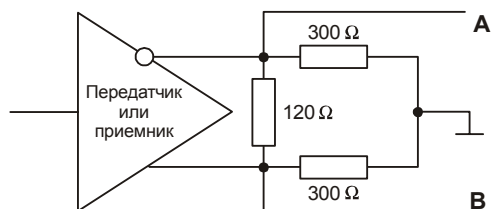

Рис. 2 Схема согласования для V.35.
- ✓ **Δ -тип** – соответствует стандарту V.35. УПИ-2 имеет встроенные Δ -согласователи (см.Рис. 2) приёмников и передатчиков. Выходное напряжение передатчика не менее $\pm 0.55\text{В}$ на нагрузке 100Ом . Максимальная скорость обмена 10Мбит/с .